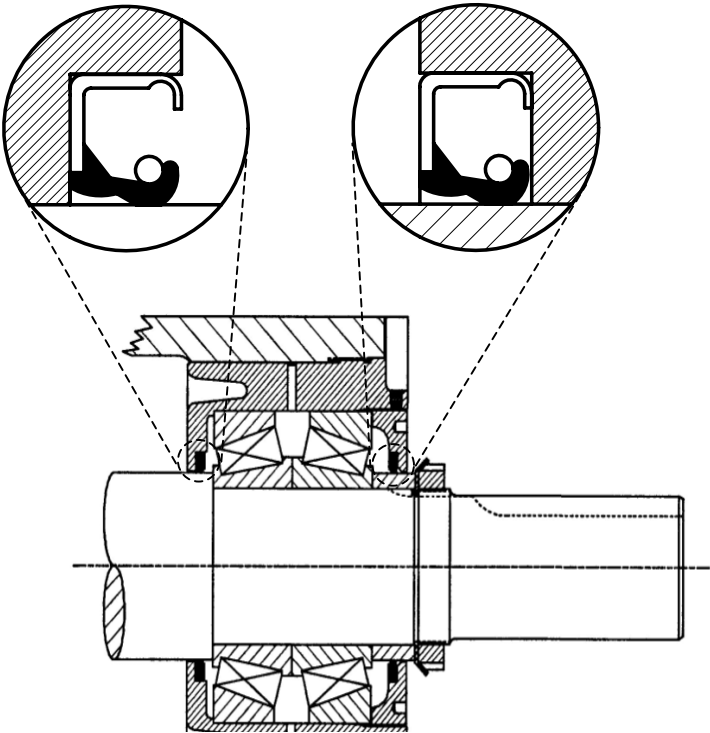

图 6
4. 松开轴承座表面的定位螺钉，将轴承座组件从支架上拆除。参见图 6。
6. 将唇形密封件安装到轴承座中，参见图 6 唇缘方向示意图。
8. 将唇形密封件安装到端盖内部，参见图 6 唇缘方向示意图。将端盖和外部轴承垫圈环装入轴承座上并将其拧紧。